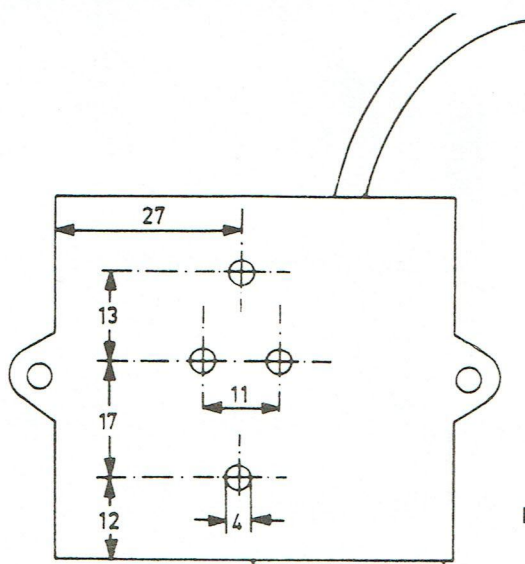

Fig. 1
- Retirer le transistor AD 149 de la plaque imprimée et le monter sur la partie non perforée de l'adaptateur afin d'améliorer le refroidissement. A cette fin, il faut pratiquer quatre trous, voir fig. 1.